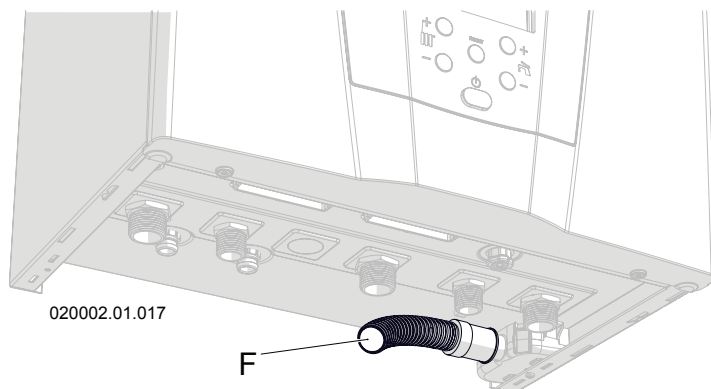
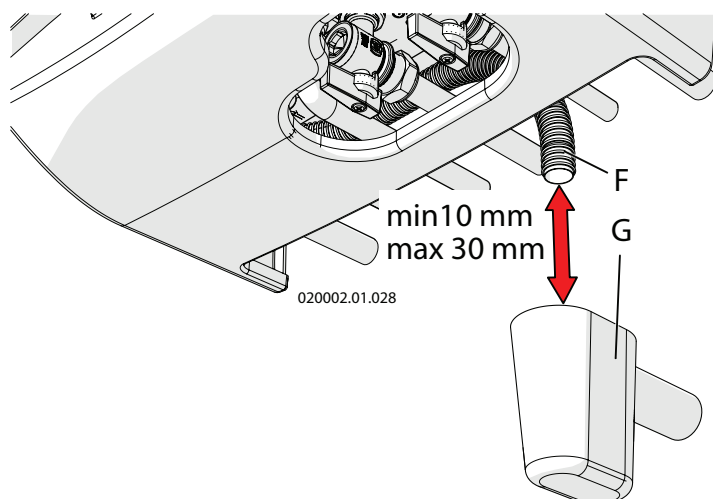

Figure 5-4 - Conduit d'évacuation des condensats
Figure 5-5 - Entonnoir siphonné (sur demande)
5.9 - Évacuation des condensats L'appareil est prédisposé d'un siphon pour l'évacuation des condensats (voir la figure 3-2 élément « 49 ») et pour prévenir la sortie des produits de la combustion, dont la terminaison correspond au conduit « F » de la figure 5-4. Cette terminaison doit être dirigée dans un siphon ultérieur anti-odeurs (figure 5-5 élément « G ») de manière à prévenir le retour des mauvaises odeurs dans l'atmosphère (le siphon anti-odeurs « G » est fourni sur demande).
- ☞ pour les logements et pour les bureaux de plus de 10 utilisateurs, il peut être raccordé au système d'épuration des eaux usées domestiques au moyen d'un siphon avec déconnexion permettant d'éviter la pressurisation du système (siphon disposé à l'intérieur de l'appareil) et d'empêcher le retour des mauvaises odeurs d'égout (détail « G » de la figure 5-5). Si le bureau est utilisé par moins de 10 personnes, avant le raccordement à l'évacuation des eaux usées domestiques, il est opportun d'utiliser un neutraliseur de condensats (voir le chapitre 9 pour la valeur d'acidité des condensats et pour la quantité).
La décharge de la soupape de sécurité est acheminée dans le conduit « F » de la figure 5-4 qui doit ensuite être amené au siphon anti-odeur (détail « G » figure 5-5). Cette évacuation avec siphon est conçu pour éviter les surpressions en cas d'ouverture de la vanne et permet à l'utilisateur de vérifier toute intervention éventuelle. Le siphon anti-odeurs « G » de la figure 5-5 est fourni sur demande.